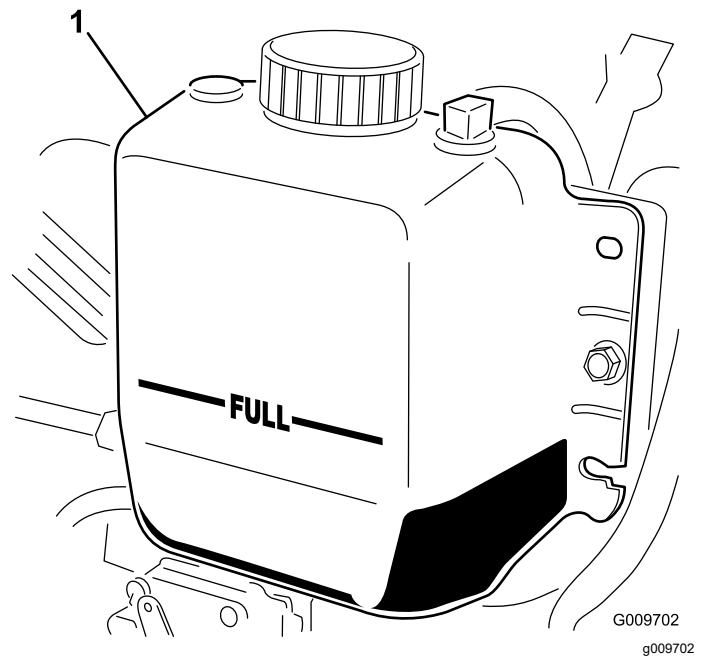

図 62
2. ラジエーター内部の液量を点検する。ラジエーターは補給口の首の部分まで、補助タンクはFULLマークまであれば適正です 図 62。